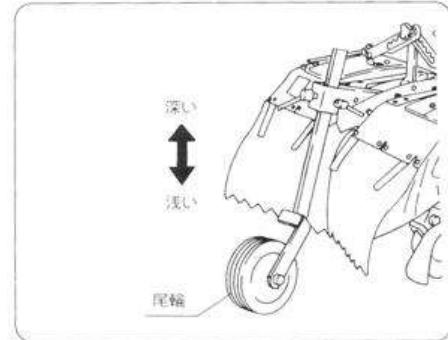

図33
- ① 尾輪を上下することにより作業深さを変えることが出来ます。（図33）